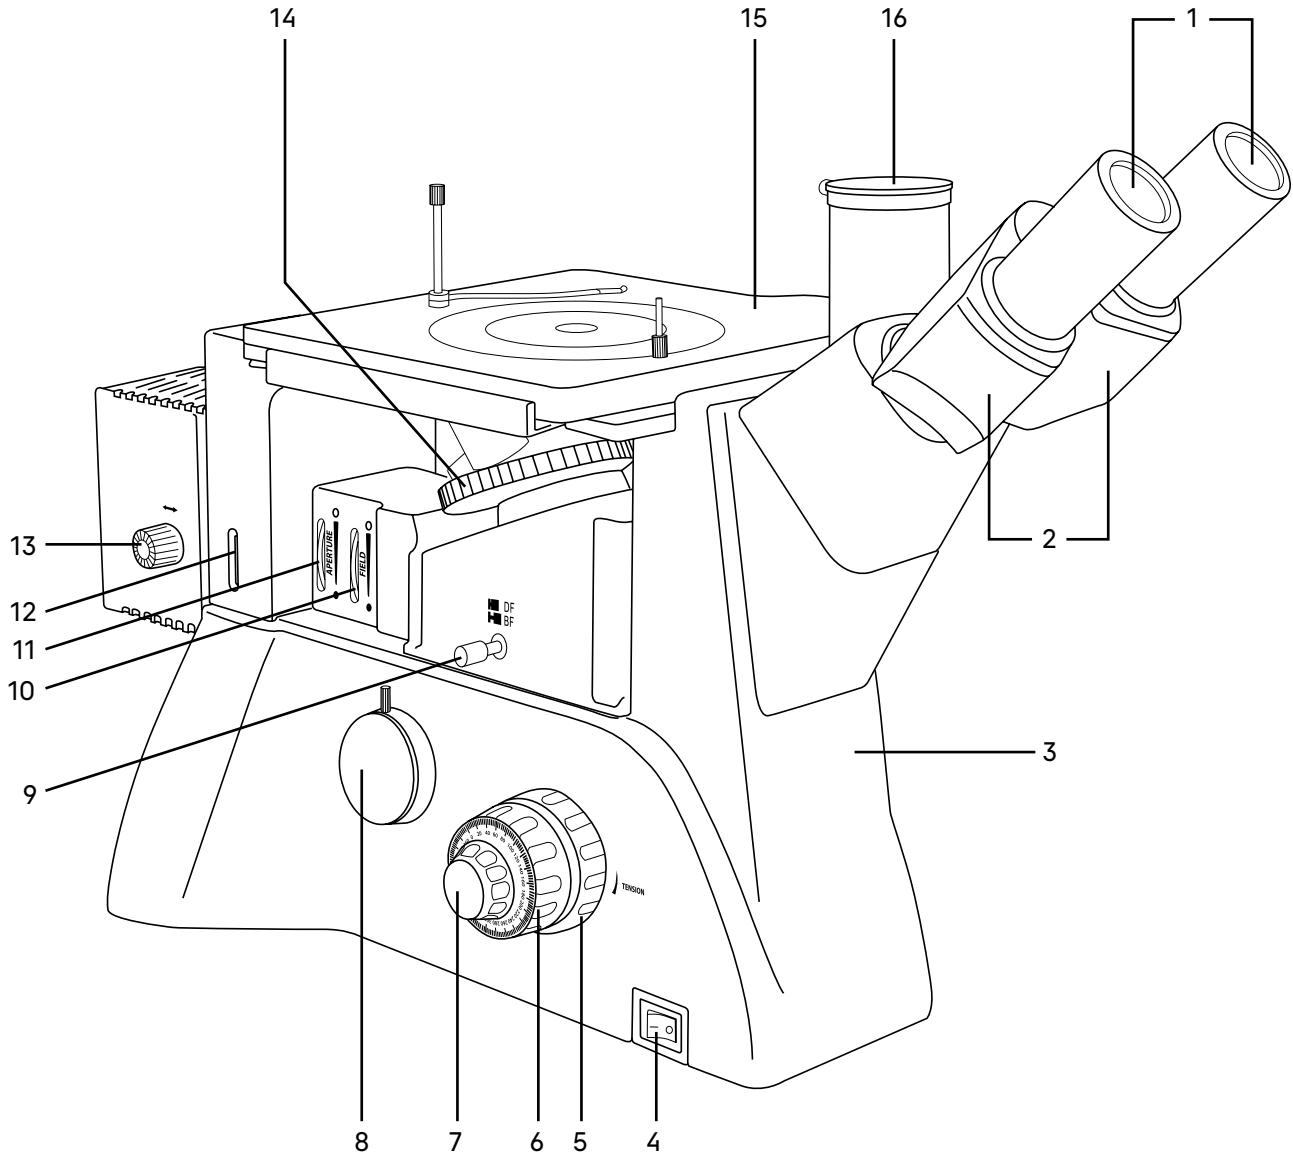
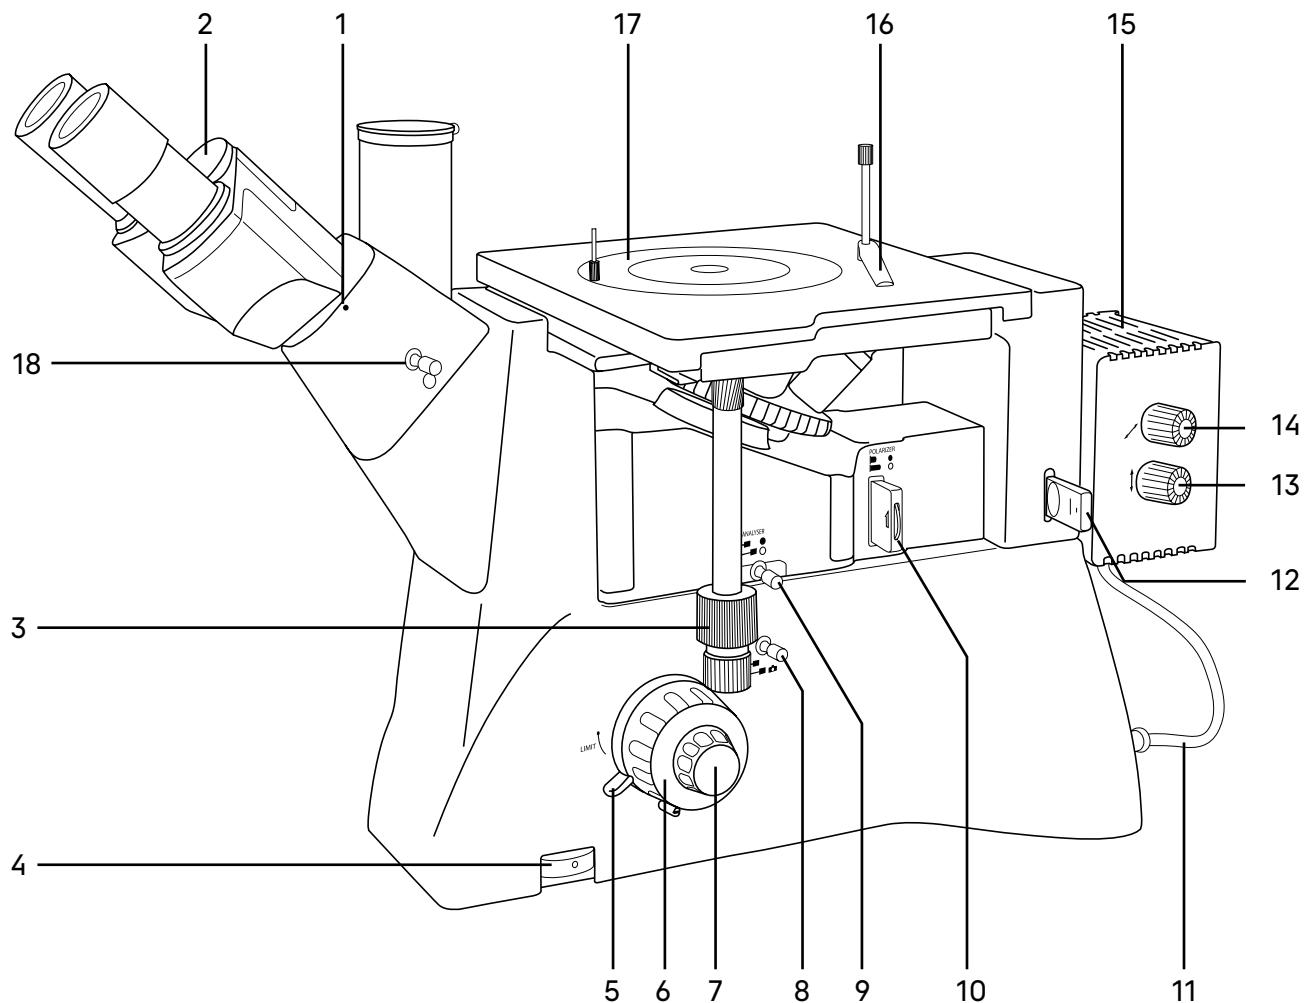

Рис. 1. Микроскоп MAGUS Metal V700. Вид слева
Рис. 2. Микроскоп MAGUS Metal V700. Вид справа
Общий вид микроскопа представлен на рис. 1 и 2.
На штативе 3 (рис. 1) закреплены:
- револьвер 14 (рис.1) с объективами;
- предметный столик 15 (рис. 1);
- тубусы визуальной насадки 2 (рис. 1);
- фонарь лампы 15 (рис. 2).
На левой боковой поверхности штатива расположен выключатель 4 (рис. 1) сетевого напряжения. В положении «–» включается, а в положении «0» выключается сетевое напряжение.
На правой боковой поверхности штатива расположен диск 4 (рис. 2) для регулировки напряжения питания источника света.
На левой боковой поверхности штатива расположен канал визуализации 8 (рис. 1) для установки камеры. Микроскоп укомплектован адаптером C-mount, который устанавливается в этот канал и закрепляется в нем винтом. На адаптер устанавливается камера. Камера служит для вывода изображения на экран компьютера или монитор/телевизор.
Фокусировка на объект осуществляется перемещением по высоте револьверного устройства с объективами. Грубая фокусировка производится вращением коаксиальных рукояток 6 (рис. 1, 2), расположенных по обеим сторонам штатива.
Тонкая фокусировка производится вращением рукояток 7 (рис. 1, 2), расположенных по обеим сторонам штатива. Тонкая фокусировка требуется для более точного фокусирования на объект и для подфокусировки микроскопа на резкость изображения при смене объективов и препаратов. Цена деления тонкой фокусировки – 2 мкм.
Механизм регулировки жесткости хода грубой фокусировки 5 (рис. 1) – кольцо между штативом и рукояткой грубой фокусировки с левой стороны. С помощью кольца регулируется жесткость хода грубой фокусировки так, чтобы жесткость была комфортной для пользователя, но при этом револьвер с объективами не опускался самопроизвольно во время работы.
Механизм блокировки грубой фокусировки 5 (рис. 2) расположен с правой стороны. После завершения грубой фокусировки рекомендуется перевести рычаг в крайнее положение в направлении по часовой стрелке. Таким образом закрепится положение грубой фокусировки для быстрой рефокусировки после смены препарата.
Тринокулярная визуальная насадка обеспечивает визуальное наблюдение изображения объекта. Насадка закреплена на штативе 3 (рис. 1). В гнездо насадки устанавливается блок окулярных тубусов 2 (рис. 1) и закрепляется винтом 1 (рис. 2). При установке поверните тубусы вверх или вниз для удобства наблюдения.
Изменение межзрачкового расстояния в насадке осуществляется разворотом окулярных тубусов в пределах 48–75 мм. Значение расстояния, установленного в соответствии с глазной базой наблюдателя, отсчитывается по шкале 2 (рис. 2) на насадке.
В вертикальный тубус 16 (рис. 1) корпуса визуальной насадки (канал визуализации) с помощью переходника C-mount устанавливается система визуализации с монитором. Переключение светового потока на вертикальный тубус производится рукояткой 8 (рис. 2) и 18 (рис. 2). Рукоятка имеет два положения: 100/0 и 50/50.
В комплект микроскопа входят окуляры 1 (рис. 1). Окуляры имеют высокое положение выходного зрачка и предназначены для работы как в очках, так и без них.
Револьверное устройство 14 (рис. 1) обеспечивает установку пяти объективов. Смена объективов производится вращением револьверного устройства за конусную рифленую поверхность до фиксированного положения.
Встроенные полевая и апертурная диафрагмы отцентрированы в оптической оси на заводе-изготовителе и дополнительной центрировки не требуются. Если появится необходимость, диафрагмы можно отцентрировать регулировочными винтами. Раскрытие/закрытие полевой и апертурной диафрагм производится вращением кольца 10 (рис. 1) и кольца 11 (рис. 1) соответственно.
Двухкоординатный механический предметный столик 15 (рис. 1) закреплен на штативе. Перемещение столика осуществляется рукоятками 3 (рис. 2).
Регулировка положения лампы относительно оси осуществляется рукоятками 13, 14 (рис. 2).
Для проведения наблюдений в поляризованном свете микроскоп оснащен устройством простой поляризации, которое включает в себя съемные анализатор 9 (рис. 2) и поляризатор 10 (рис. 2). Поляризатор вращается в диапазоне 0–360°. Анализатор выполнен в виде пластины и не оснащен поворотным диском.
В комплект микроскопа входит слайдер со светофильтрами 12 (рис. 2). Слайдер имеет 5 положений: желтый, синий, матовый, зеленый фильтры, а также свободное отверстие. Светофильтры помогают правильно настроить цветопередачу в зависимости от образца исследования, улучшить цветовой баланс и повысить контрастность и яркость изображения.